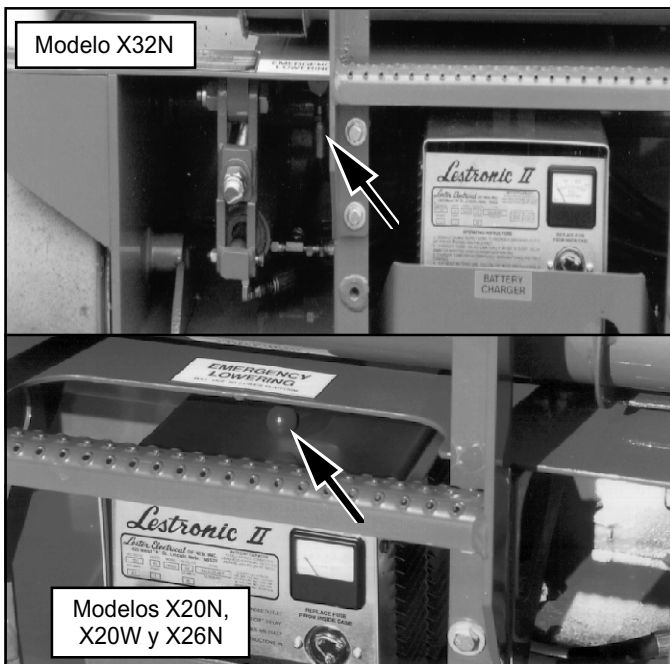

Figura 3: Perilla de la válvula de bajada de emergencia
15. Abrir la válvulas de descenso de emergencia del chasis (Figura 3) para probar el funcionamiento, tirando hacia fuera y reteniendo la palanca. Después de que la plataforma esté totalmente abajo, cerrar la válvula soltando la palanca.
19. Girar la llave del interruptor del controlador a la posición **ENCENDIDO (ON)**.
Pedir a una persona que esté afuera que abra la válvula de descenso de emergencia localizada en la parte trasera de la máquina (figura 3).